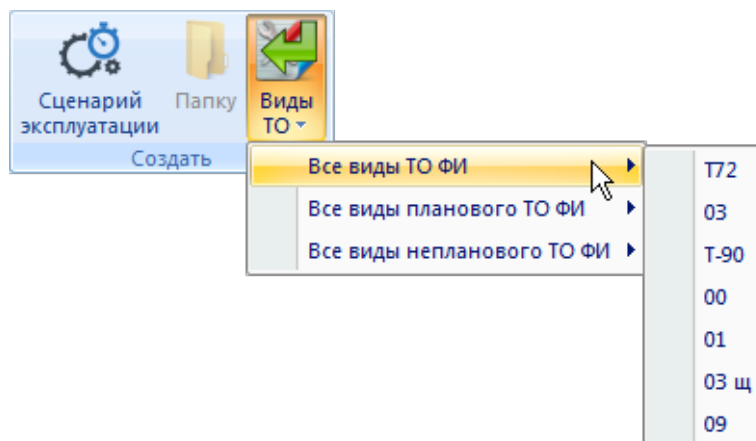

Рис. 10-395 – Установление связи сценария эксплуатации с видами ТО, выполняемыми для ФИ
5) Для добавления существующего вида ТО переместить вид ТО из справочника (1 на рис. 10-395) в окно связанных видов ТО для сценария эксплуатации (2 на рис. 10-395).
Также для создания связи с существующим видом ТО можно перейти в окно связанных объектов «Виды ТО» для сценария эксплуатации, нажать кнопку «Вид ТО» панели «Создать» (3 на рис. 10-395) и выбрать вид ТО из выпадающего списка⁴⁵⁾. В списке видов ТО отображаются обозначения и наименования видов ТО, созданных в справочнике «Виды ТО».